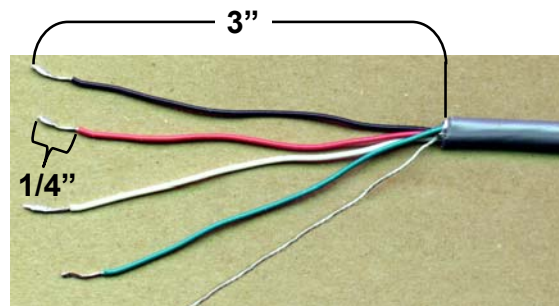

Figura 3
- 3.3.4. Consultando la Figura 3, saque 7,62 cms (3 pulgadas) de la cubierta de aislación exterior.
- 3.6.3. Saque 7,62 cms (3 pulgadas) de la cubierta de aislación exterior y luego saque 0,65 cms (¼ de pulgada) de aislación de cada uno de los cables (consulte la Figura 3).